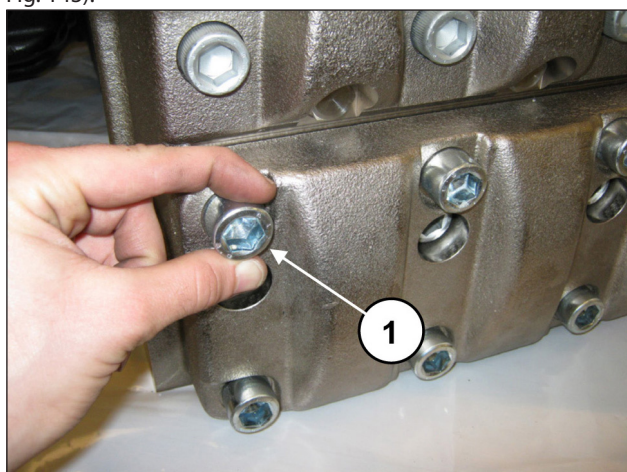
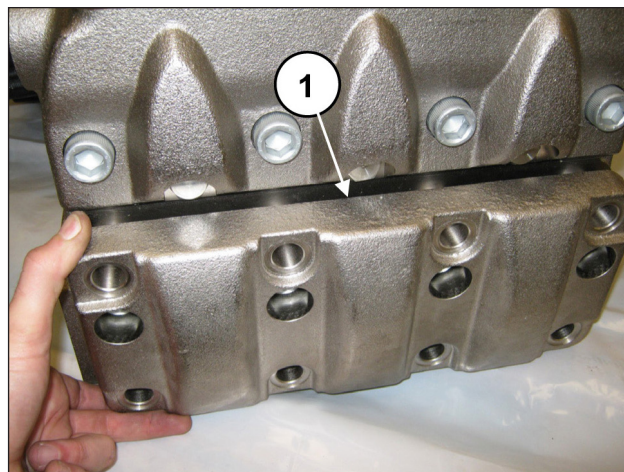

Fig. 142
Fig. 143
Dévisser les 8 vis M18x65 du couvercle de soupapes d'aspiration (rep. ①, Fig. 142) et déposer le couvercle (rep. ①, Fig. 143).